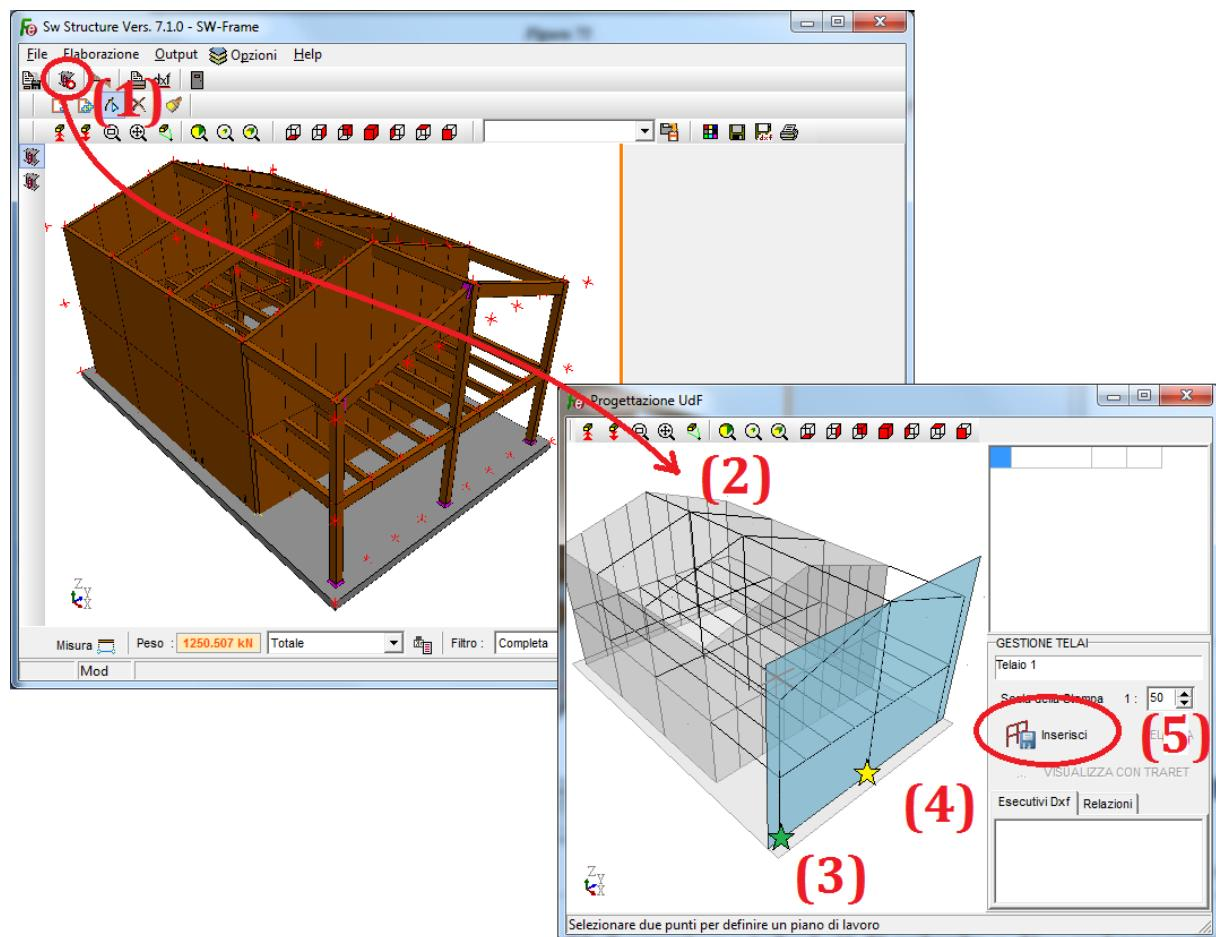

Figura 79
Con riferimento alla figura 79 cliccare sul tasto “*Progettazione Udf*” (1) per avviare la finestra omonima (2).